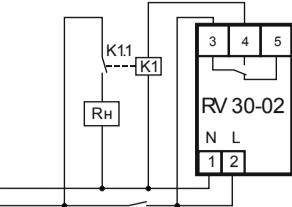

Рис. 3: схема подключения нагрузки мощностью более 4,4 кВт к устройству
7.3. В случае, если мощность нагрузки более 4,4кВт, то нагрузка подключается к изделию через контактор соответствующей мощности и проводом соответствующего сечения (рис.3).